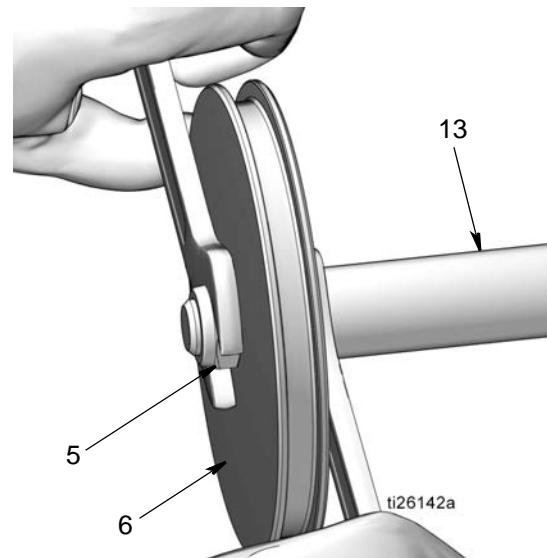

图 47
- 将螺母 (5) 安装在活塞杆 (13) 上。使用两个扳手以相反方向用力，拧紧螺母。固定一个开口扳手以齐平活塞杆，使用另一个扳手拧紧螺母 (5)，如 图 47 所示。
**注意：**紧固活塞杆平端的开口扳手仅用于固定活塞杆，不得转动该扳手。移动该扳手可能会刮擦或损坏活塞的表面，引起泵操作时的液体泄漏。只移动固定螺母 (5) 的扳手以拧紧螺母。用 15-17 磅英尺 (20.3-23.1 N·m) 的扭力拧紧螺母。